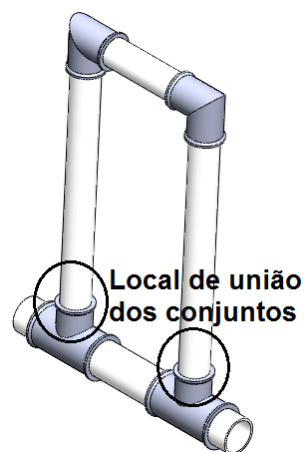

Figura 16. Montagem dos módulos – Módulo 3 – Passo 5
- Passo 5: Junte o conjunto montado no passo 2 ao conjunto montado no passo 4, como mostrado na figura 16 (1 unidade);